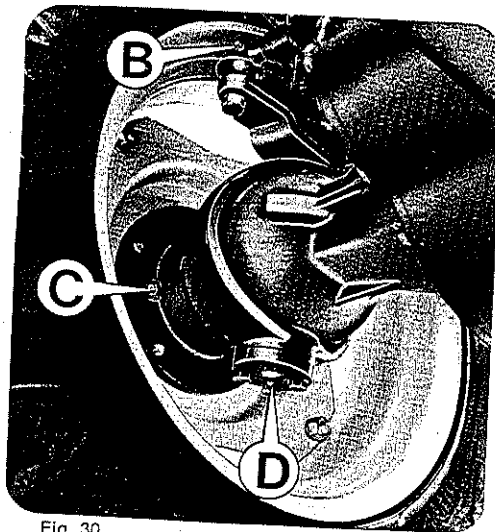

Fig. 30
- B - Nocette di sterzo Fig. 30
- C - Mozzo ruota anteriore Fig. 30
- D - Snodo inferiore ruote Fig. 30
- B - Steering knuckles Fig. 30
- C - Front wheel hub Fig. 30
- D - Wheels lower joint Fig. 30
- B - Joints de direction Fig. 30
- C - Moyeu de roue avant Fig. 30
- D - Rotule inférieure roues Fig. 30
- B - Tuerca de dirección Fig. 30
- C - Cubo rueda anterior Fig. 30
- D - Aflojamiento inferior rueda Fig. 30